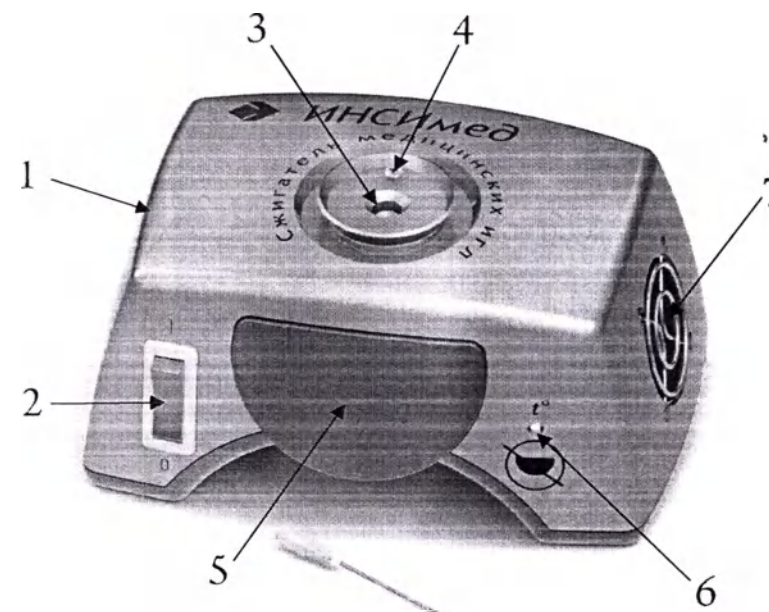

Рис.1
1. Включив вилку деструктора в сетевую розетку 220 В, поставить выключатель сети 2 (рис.1) в положение "I", включается подсветка его кнопки, - Деструктор готов к работе.
ВНИМАНИЕ: В Деструкторе предусмотрена автоматическая система отключения выходной мощности при невставленном корпусе контейнера для отходов сжигания 5 (рис.1) При этом светится индикатор выключенной мощности на корпусе Деструктора 6 (рис.1).
2. Взять использованный шприц или капельницу и, не снимая с них иглу, вставить иглу вертикально в отверстие иглоприемника 3 (рис.1) Деструктора.
ВНИМАНИЕ: После длительной непрерывной работе с максимальной нагрузкой или нарушением процесса сжигания игл, засоряющим зазор между электродами может сработать тепловая защита перегрева электродов. При этом выключается выходная мощность и светится индикатор 6 (рис.1), а вентилятор охлаждения 7 (рис.1) работает.
Через 3-5 минут работы в таком режиме тепловая защита выключается, индикатор 6 (рис.1) гаснет, и Деструктор готов к дальнейшей работе.
- снять иглоприемник 3 (рис.1), отвинтив винт крепления 4 (рис.1), при этом откроется доступ к электродам;
При долговременной работе Деструктора с сильнозагрязненными иглами возможно снижение эффективности очистки воздуха угольным фильтрующим элементом вентилятора. Для смены фильтрующего элемента необходимо снять решетку вентилятора 7 (рис.1), отвинтив два шурупа ее крепления и запомнить ее расположение. Заменить фильтр на аналогичный, который высылается производителем по заявке заказчика. Поставить решетку вентилятора на место.